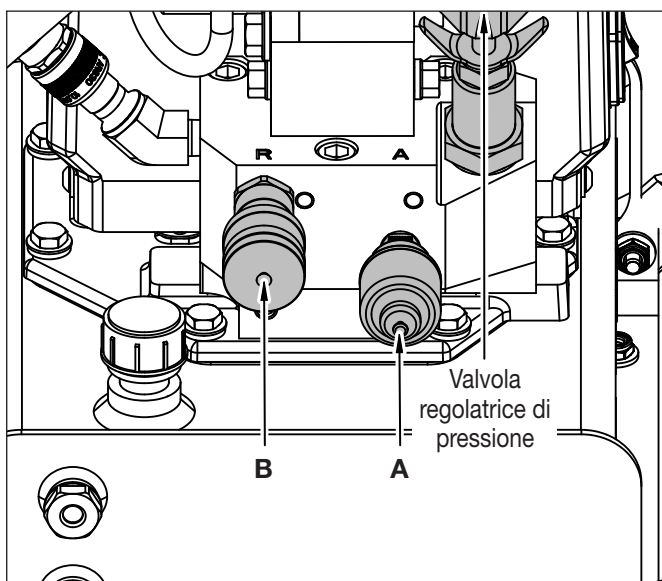

Figura 3: Uscita della pompa
1. Allentare il contro dado ed estrarre (ruotando in senso antiorario) la valvola regolatrice di pressione per evitare un aumento indesiderato della pressione. Non sono necessari attrezzi per regolare la valvola regolatrice di pressione. Vedere la Figura 3.
3. Collegare i tubi flessibili al collettore di uscita della pompa mostrato nella Figura 3. ASSICURARSI di utilizzare un tubo flessibile con pressione nominale di 700 bar [10.000 psi]. Serrare a mano gli anelli di bloccaggio del raccordo.
2. Allentare il controdado ed estrarre la valvola regolatrice di pressione per evitare un aumento indesiderato della pressione. Vedere la Figura 3.